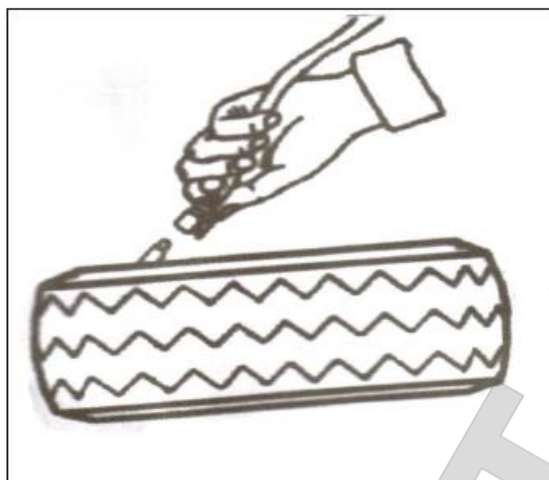

РИС. 23
2. Подключите шланг для накачки к клапану шины. См. РИС.23.